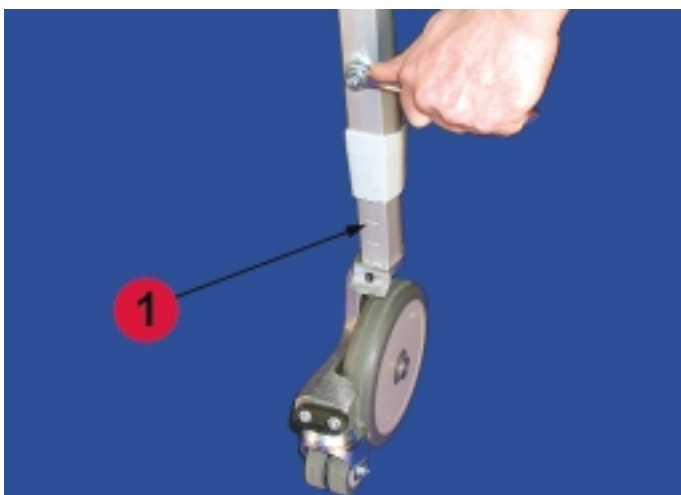

Bild 23
- Um eine gleiche Höhe einzustellen, Teleskopsysteme auf die gleiche Markierung (Bild 23/1) einstellen. Hutmutter mit Schraube in das Profil eindrehen und mit 13er Schlüssel festschrauben. Dabei muß die Hutmutter mit Scheibe am Profil anliegen.